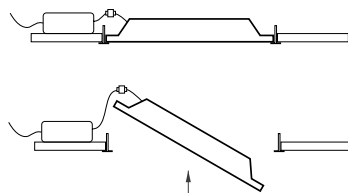

Рис. 4. Установка и подключение светильника
- 3.4. Установите светильник и блок питания в ячейку Т-профиля «Армстронг», как показано на рис. 4. Не размещайте блок питания на задней поверхности светильника. Разместите его на соседней декоративной панели. Это снизит нагрев и продлит срок службы светильника.